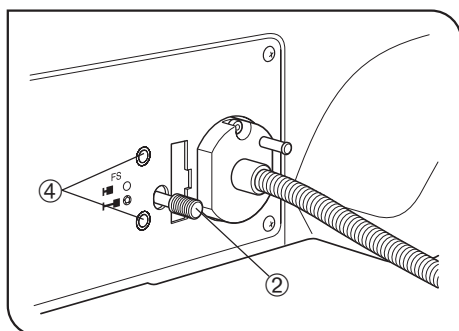

Abb. 24
3. Durch die Okulare blicken, den Leuchtfeldblendenhebel ② herausziehen, um die Leuchtfeldblende bis zu einem gewissen Grad zu schließen, den Sechskant-Schraubendreher ③ in die Bedienkerbe des Einstellrads für die Kondensorhöhe einführen und den Ring drehen. Durch Drehen des Rades im Uhrzeigersinn wird der Kondensor angehoben und durch Drehen gegen den Uhrzeigersinn abgesenkt. Das Rad drehen, bis das Bild der Leuchtfeldblende scharfgestellt ist. (Abb. 24 & 25)